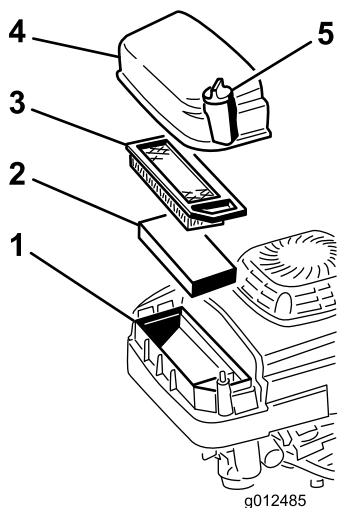

Figure 37
2. Retirez la vis de fixation du couvercle du filtre à air (Figure 37).
3. Enlevez le couvercle et nettoyez-le soigneusement (Figure 37).
4. Enlevez et examinez l'élément filtrant en papier (Figure 37) et mettez-le au rebut s'il est excessivement encrassé.